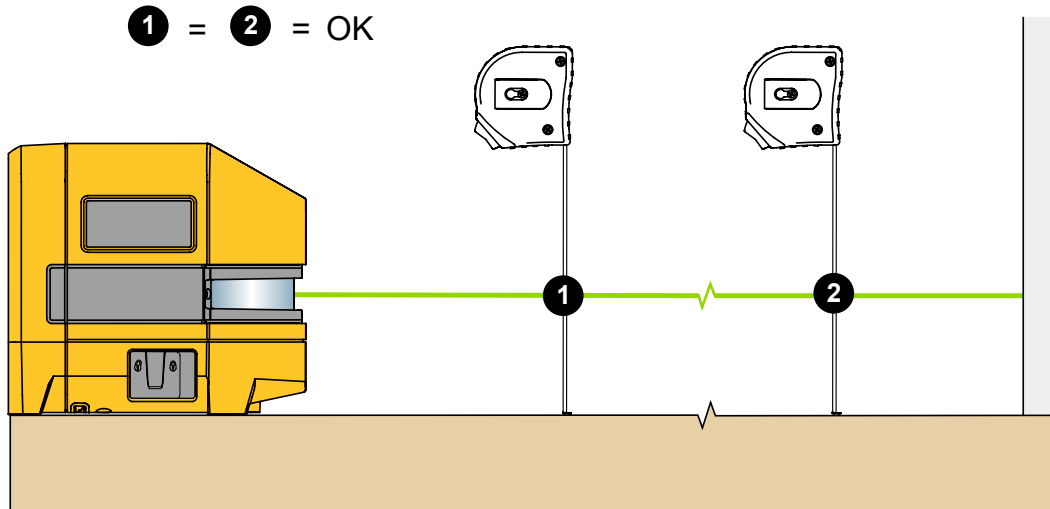

Figur 3. Ny vertikal justering
2. Slå på den vertikala lasern och sikta lasern mot målområdet. Se Figur 3.